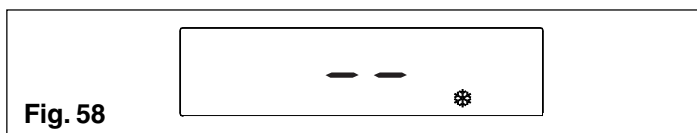

Fig. 58
- anti-inghet (fig. 58): atunci cand temperatura apei din centrala scade sub valorile de siguranta, pompa de recirculare si arzatorul opereaza la putere minima pentru a creste temperatura apei pana la o valoare sigura (35 °C). Simbolul  se aprinde pe ecran.